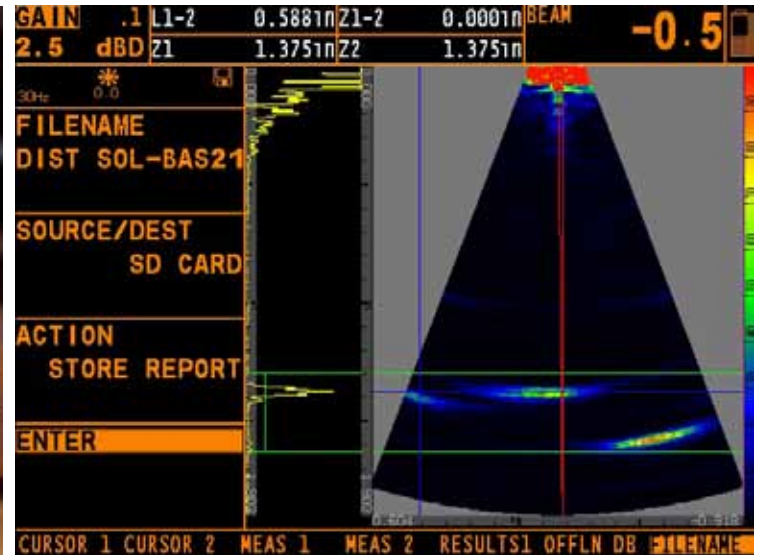

Fig. 8 Imagen del Barrido Sectorial con el cursor a -0.5° , tocando el borde donde termina la fusión de la soldadura.
a) En las fig. 8 y 9 podemos ver en las lecturas la opción L1-2 dando como resultado 0.588" esta es la distancia entre la indicación de donde termina la fusión de la soldadura y el borde del diámetro interno de la pieza (fig.1).